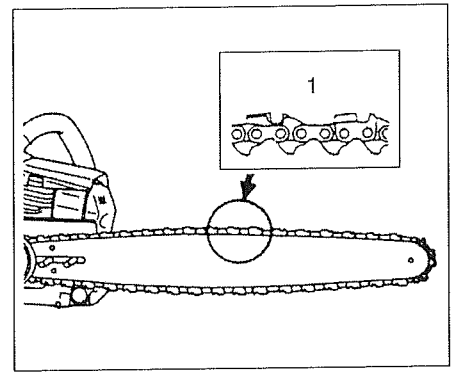

Fig.1-2
2. Confirm the direction of saw chain (1) is correct as in the figure, and align the chain on the sprocket. (Fig. 1-2)
2. Vérifiez si la direction de la chaîne est correcte comme indiqué sur la figure et alignez la chaîne sur le pignon (Fig. 1-2).
2. Verificare che la catena della motosega (1) sia orientata correttamente come mostrato nella figura, e allineare la catena sul pignone. (Fig. 1-2)
2. Die Kette (1) in der abgebildeten Ausrichtung um das Kettenrad legen. (Fig. 1-2)
2. Confirmar que la dirección de la cadena sea correcta como se indica en la figura y alinear la cadena sobre la rueda dentada. (Fig. 1-2)
2. Kontrollera att sågkedjan (1) är vänd åt det håll som bilden visar och sätt därefter kedjan på kedjedrevet. (Fig. 1-2)